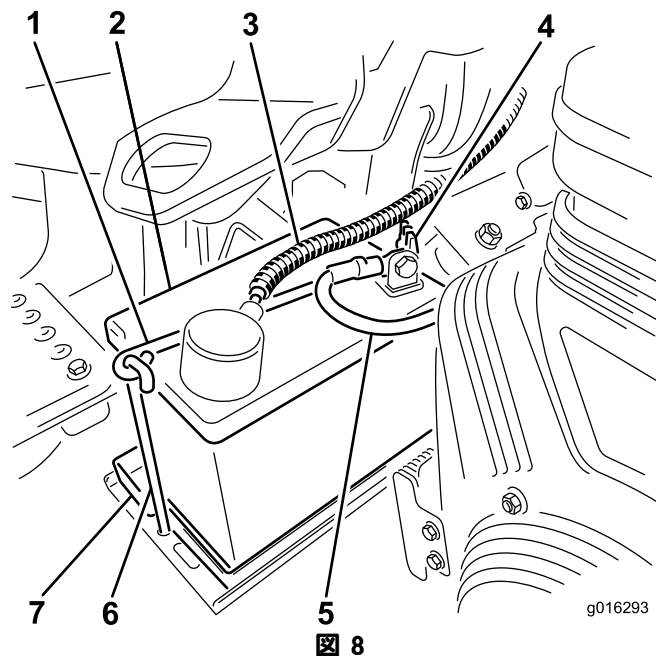

図8はガソリンモデルです（モデルによって多少異なります）。
7. バッテリートレイの上にバッテリーを置き、先ほど取り外したクランプと固定具で固定する（図8）。
8. 赤いプラス（+）ケーブルをバッテリーのプラス（+）端子に、黒いマイナス（-）ケーブルはバッテリーのマイナス（-）端子にはめ、ボルトとナットで固定する（図8）。ショート防止のために（+）端子にゴムキャップをかぶせる。